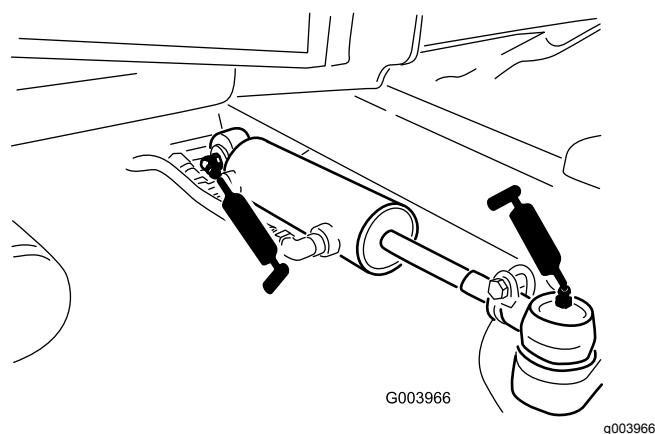

Figura 70
- Rótulas do cilindro de direção (2) (Figura 70)